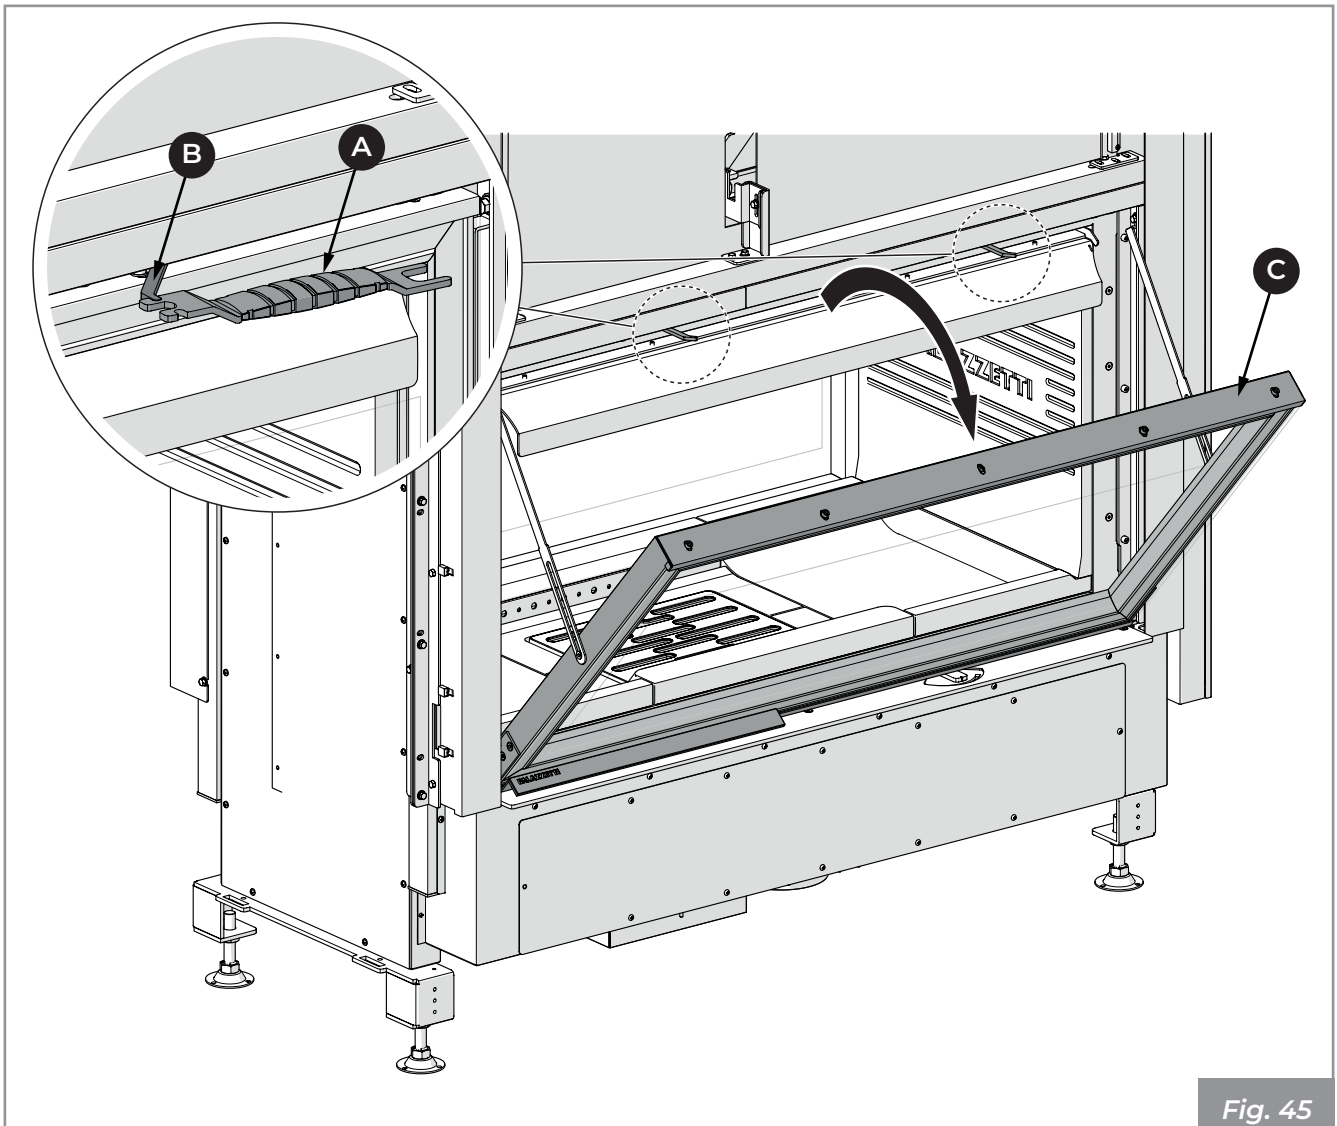

Fig. 45
- 1) Utilizzare la maniglia fredda (A) per ruotare la leva (B).
- 2) Aprire l'anta (C) e accompagnarla fino alla completa estensione dei bracci di sostegno (Fig. 45).